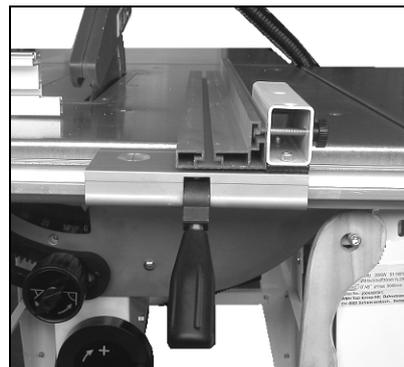

Рис. 20
- Для распила небольших заготовок (шириной менее 120 мм) и распила под углом упор следует устанавливать только горизонтально (Рис. 20).